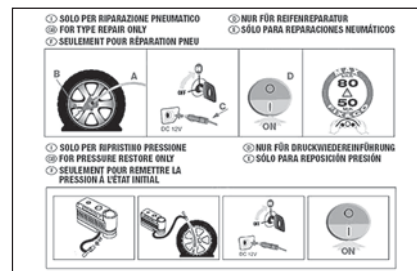

fig. 8
- ☐ un folleto informativo (ver **fig. 8**), utilizado para emplear correctamente el kit de reparación rápida. El folleto deberá entregarse luego al personal que manipulará el neumático tratado;